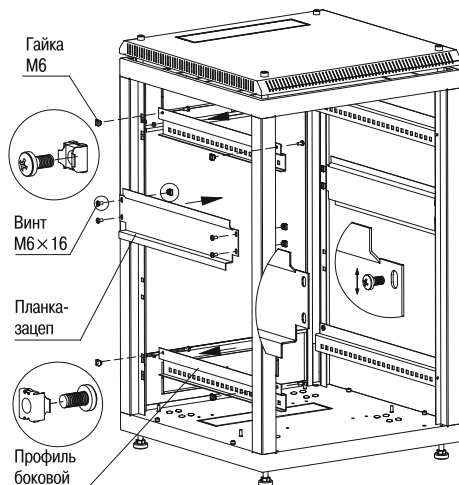

Рисунок 6
3.1.6 Для закрепления профилей боковых и планок-зацепов на стойках вставьте гайки М6 в квадратные отверстия стоек, закрепите винтами М6×16 с полукруглой головкой (рисунок 6). В шкафах высотой свыше 27 U предусмотрено три пары профилей боковых.